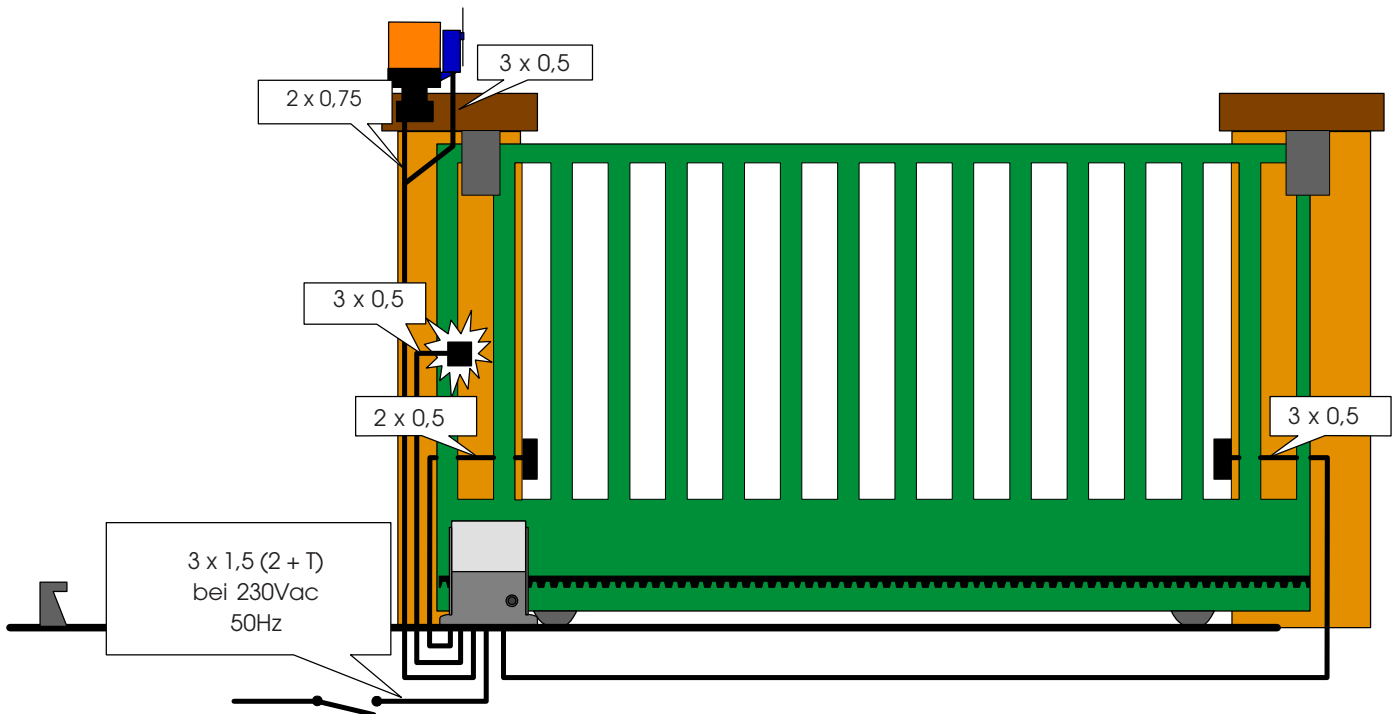

Abb. 4
- Die Stromkabel für den Anschluß der Zubehörgeräte und die elektrische Versorgung gemäß Abb.4 bereitstellen. Für eine leichte Ausführung der Anschlüsse sollten die Kabel mit der erforderlichen Länge für den Anschluss an die Klemmenleiste, an den Transformator und an die Decodierkarte (falls vorhanden) überstehen.